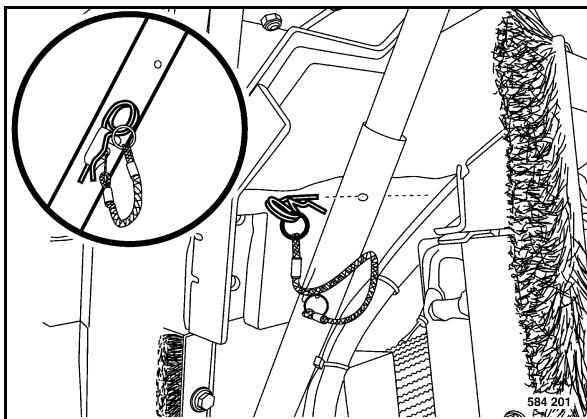

Fig. 61
- Sacar el pasador elástico (Fig. 61) de la fijación.